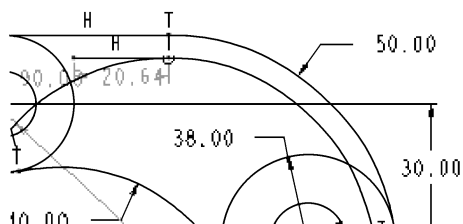
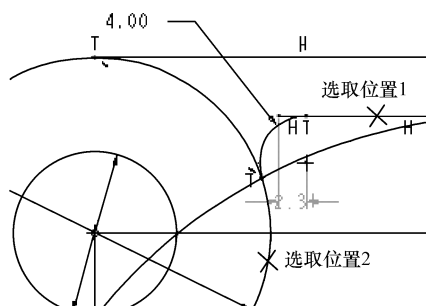

图 3-116 草绘同心圆的水平切线
图 3-118 草绘圆角 2
(17) 在图3-116所示的位置草绘同心圆的水平切线。
(19) 单击【圆角】按钮，分别在图3-118所示的位置连续单击选择 $\phi 30$ 圆和图3-116中所绘水平线，倒圆角，修改其尺寸为4。